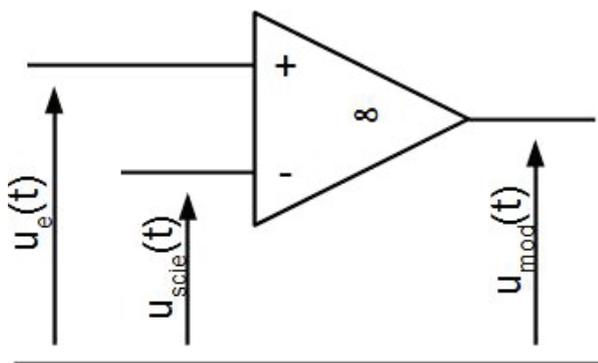

Figure A.2
On considère le montage de la figure Figure A.2 mettant en jeu un ALI supposé idéal auquel on applique :
**Q14.** On veut créer un signal dent de scie de fréquence  $f=1\text{MHz}$ . On choisit  $C=10\text{pF}$ . De plus, pour que le signal ressemble le plus au signal dent de scie de la Figure A.2, on fixe  $\Delta t_{bas} = 19 \Delta t_{haut}$ . Déterminer les valeurs de  $R_1$  et  $R_2$  en fonction de  $C$  et  $f$ . Faire l'application numérique.